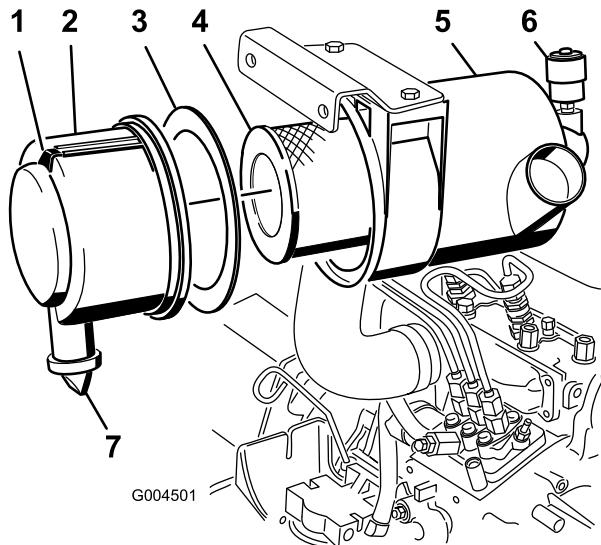

Figure 58
- Faites l'entretien du filtre à air quand l'indicateur de colmatage (Figure 58) est rouge ou toutes les 400 heures (plus fréquemment si vous travaillez dans une atmosphère extrêmement poussiéreuse ou sale). N'effectuez pas l'entretien du filtre à air trop souvent.
- Tirez le verrou vers l'extérieur et tournez le couvercle du filtre à air dans le sens anti-horaire (Figure 58).
- Déposez le couvercle du corps du filtre à air (Figure 58).
- Déposez et remplacez l'élément principal (Figure 58).
- Vérifiez que le joint en mousse est en place dans le couvercle et qu'il n'est pas déchiré ou endommagé (Figure 58). Remplacez-le s'il est endommagé.
- Retirez la valve de sortie en caoutchouc du couvercle (Figure 58).
- Réarmez l'indicateur de colmatage (Figure 58) s'il est rouge.